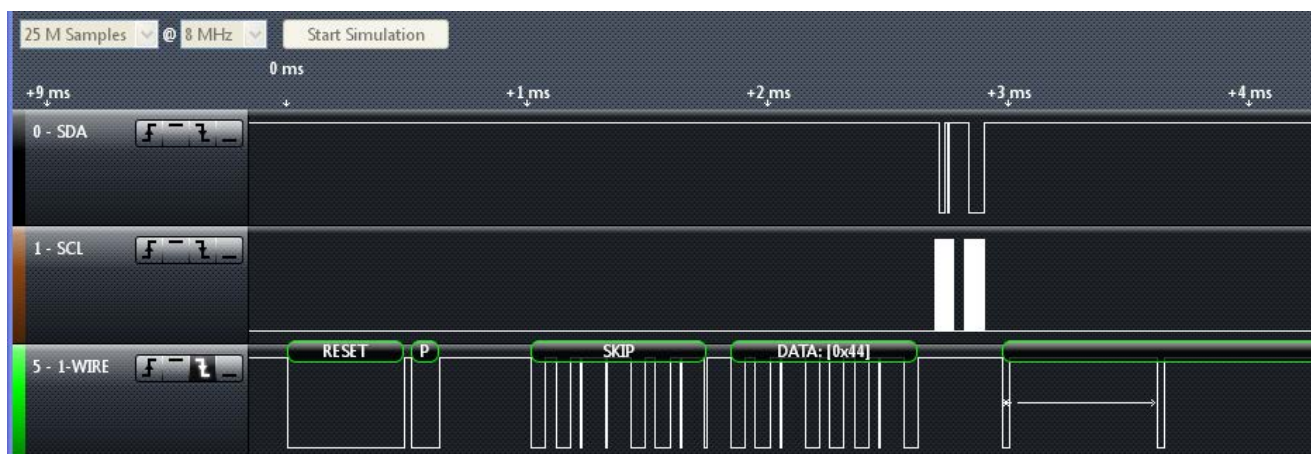

Рисунок 3.1 – Аналіз обміну інформації по шині 1-Wire
4. З'єднати контакт DQ лабораторного макету з Logic Analyzer. Підключити аналізатор протоколів 1-Wire, налаштувати його та виконати захоплення сигналів логічним аналізатором. Провести аналіз обміну інформацією між МК (U1) та датчиком температури DS18B20 (U2) по шині 1-Wire. Визначити команди мережного та транспортного рівня, що передає МК (рис. 3.1). Визначити коди даних та CRC код. Задокументувати отриману інформацію. Показати на часовій діаграмі такі елементи: 1-Wire Reset, Presence Pulse, Overdrive commands and data, All Standard ROM commands, Data Bytes. Виміряти тривалість імпульсу 1-Wire Reset, паузи та імпульсу